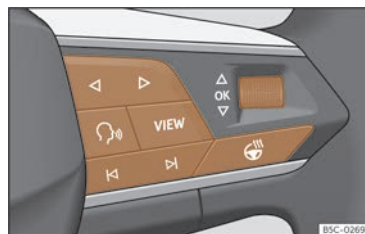

Fig. 10 Partea dreaptă a volanului multifuncțional: butoanele de accesare a meniurilor și informațiilor de pe panoul de instrumente (în funcție de versiune).
Cât timp este activ avertismentul de prioritate 1 >>> pag. 24, nu va fi posibilă accesarea unui meniu. Unele avertizări pot fi confirmate și ascunse cu ajutorul butonului **OK** de pe volanul multifuncțional >>> **fig. 10**.
- Dacă este afișat un mesaj sau simbolul unui autovehicul, apăsați butonul **OK** >>> **fig. 10**; de mai multe ori, dacă este necesar.